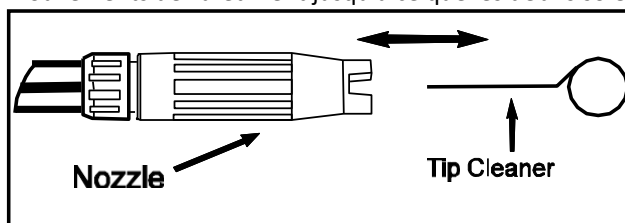

Figure 5 - Insérez le nettoyeur d'embouts dans le trou de la buse et déplacez-le d'avant en arrière jusqu'à ce que les débris soient délogés.
- À l'aide du nettoyeur d'embout fourni ou d'un trombone déplié, insérez le fil dans l'orifice de la buse et faites des mouvements de va-et-vient jusqu'à ce que les débris soient délogés. (Voir la figure 5.)